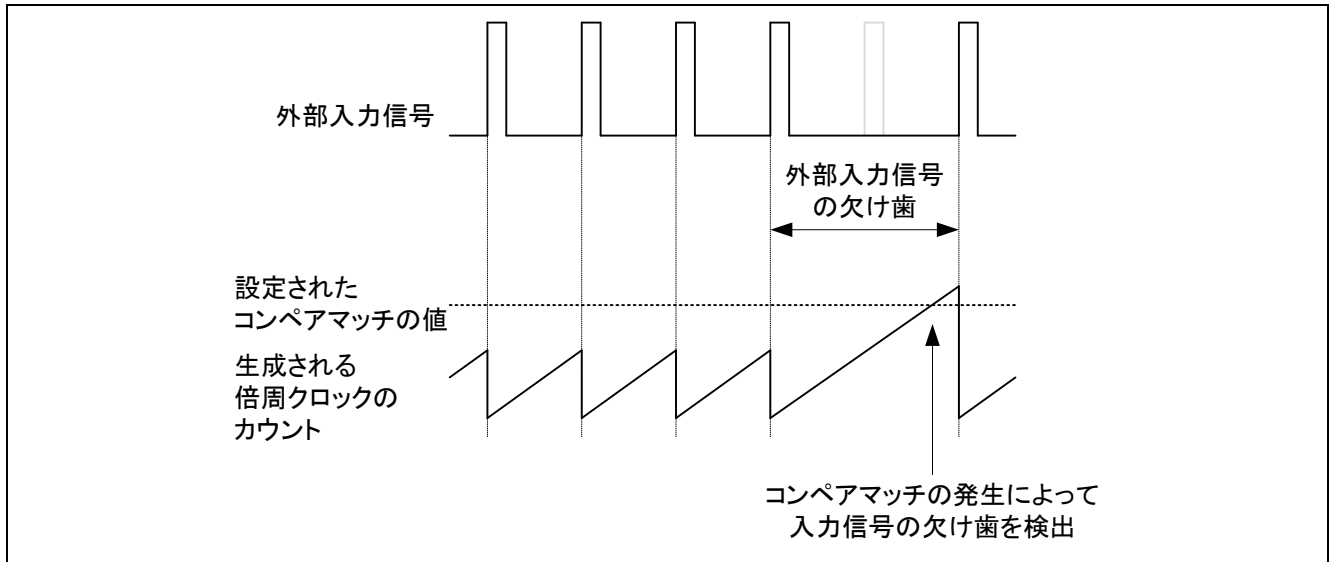

図 2.44 倍周クロックの欠け歯の検出
- 1) 図 2.44に示すように外部信号の周期を計測し、それに対する倍周クロックを生成します。